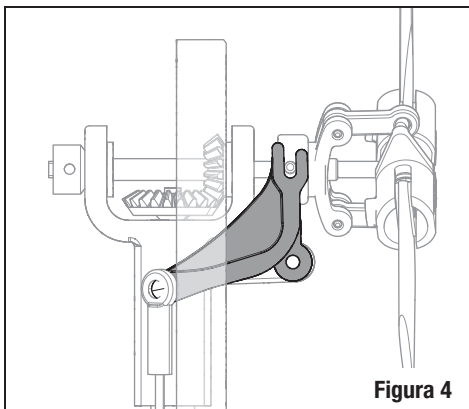

Figura 4
10. Installare il collare di ritenzione con l'albero di uscita della coda completamente inserito in modo che non ci sia gioco assiale. Vedi figura 4.
14. Tenere in posizione la leva per il rotore di coda sollevato e la sezione posteriore del tubo di coda per verificare che sia centrato rispetto alla leva del passo di coda. Regolare la lunghezza del comando in modo che la leva del passo sia centrata correttamente, come si vede nella figura 4.